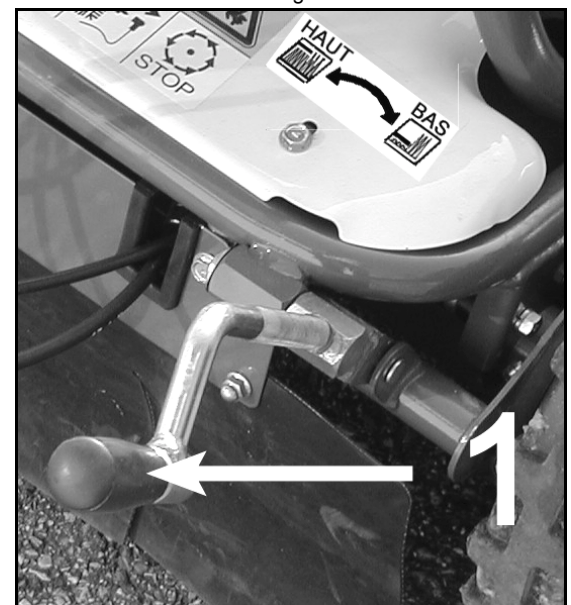

Figure 4
Le réglage de la hauteur de coupe (figure 4, repère 1) s'effectue en tournant la manette. Tournez la manette dans le sens des aiguilles d'une montre pour abaisser la hauteur de coupe, dans le sens inverse des aiguilles d'une montre pour augmenter la hauteur de coupe.
- Réglez la hauteur de coupe avec la manette appropriée (figure 4, repère 1).